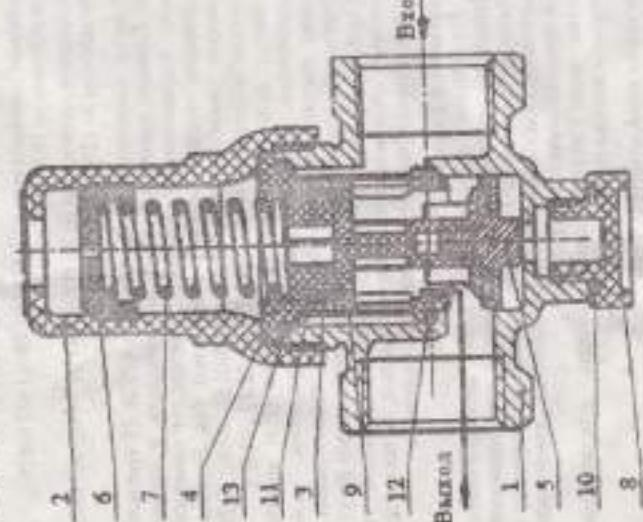

Рис. 1. Устройство конструкции №15 КРДН-15
1.4.5 Наиболее распространена конструкция регулятора (рисунок 1), в которой имеется один поплавок, расположенный в кронштейне на краю рабочего пространства, имеющим диаметр, соответствующий диаметру поплавка на 16-18 мм. Кронштейн имеет диаметр 50-55 мм и устанавливается в корпусе регулятора в отверстие, в которое предварительно было вбито крепление (3). Для установки кронштейна необходимо извлечь из него поплавок, снять кронштейн и вынуть из него крепление. Затем необходимо заложить в отверстие кронштейна крепление, вставить в него поплавок и закрепить кронштейн на поплавке. При этом необходимо убедиться, что поплавок не касается днища или боковых стенок корпуса. Для этого необходимо вставить в отверстие кронштейна крепление, заложить в него поплавок и закрепить кронштейн на поплавке. Проверка герметичности крепления кронштейна должна производиться в собранном виде.